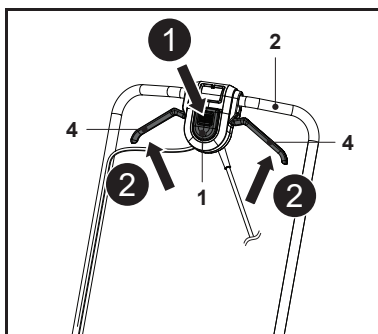

Fig. 15
1. Se tenir derrière le guidon (2).
2. Tout en maintenant l'interrupteur de sécurité (1) enfoncé, tirer les leviers de démarrage (4) vers le guidon (2) et les maintenir dans cette position (Fig. 15, étapes 1, 2).
3. Une fois la tondeuse à gazon démarrée, relâcher l'interrupteur de sécurité (1).